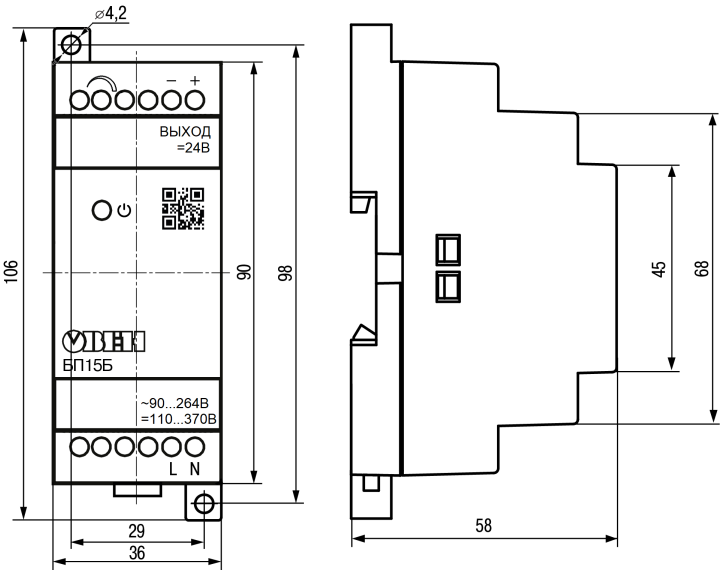

Рисунок 5 – Внешний вид, габаритные и установочные размеры прибора
- Убедиться в наличии свободного пространства для подключения прибора и прокладки проводов (см. рисунок 5). Подготовить место на DIN-рейке.
- Убедиться в наличии свободного пространства для подключения прибора и прокладки проводов (см. рисунок 5).